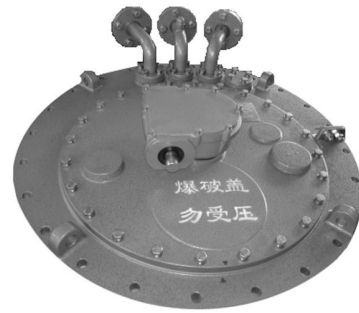

图 27
(10) 放上开关头盖，盖住分接开关。头盖上的 O 形密封圈一定要放到正确位置。
(11) 均匀拧紧分接开关头盖上的 24 个 M12 螺栓，扭紧力矩 34Nm (图 27)。